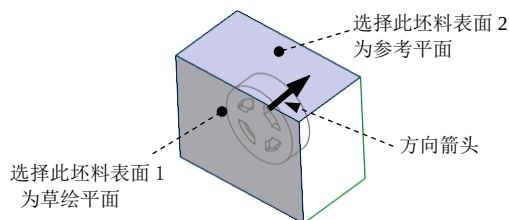

图 18.16 定义草绘平面
(1) 单击 **编辑模具体积块** 操控板 **形状** 区域中的 **拉伸** 按钮 , 此时系统弹出“拉伸”操控板。
(2) 选择 **视图** 功能选项卡 **模型显示** 区域中的“显示样式”按钮 , 按下 **消隐** 按钮 , 将模型的显示状态切换到实线线框显示方式。
(3) 定义草绘截面放置属性。在绘图区空白处右击, 从系统弹出的菜单中选择 **定义内部草绘** 命令; 选取图 18.16 所示的坯料表面 1 为草绘平面, 接受图 18.16 中默认的箭头方向为草绘视图方向, 然后选取图 18.16 所示的坯料表面 2 为参考平面, 方向为 **上**。单击 **草绘** 按钮, 进入草绘环境。